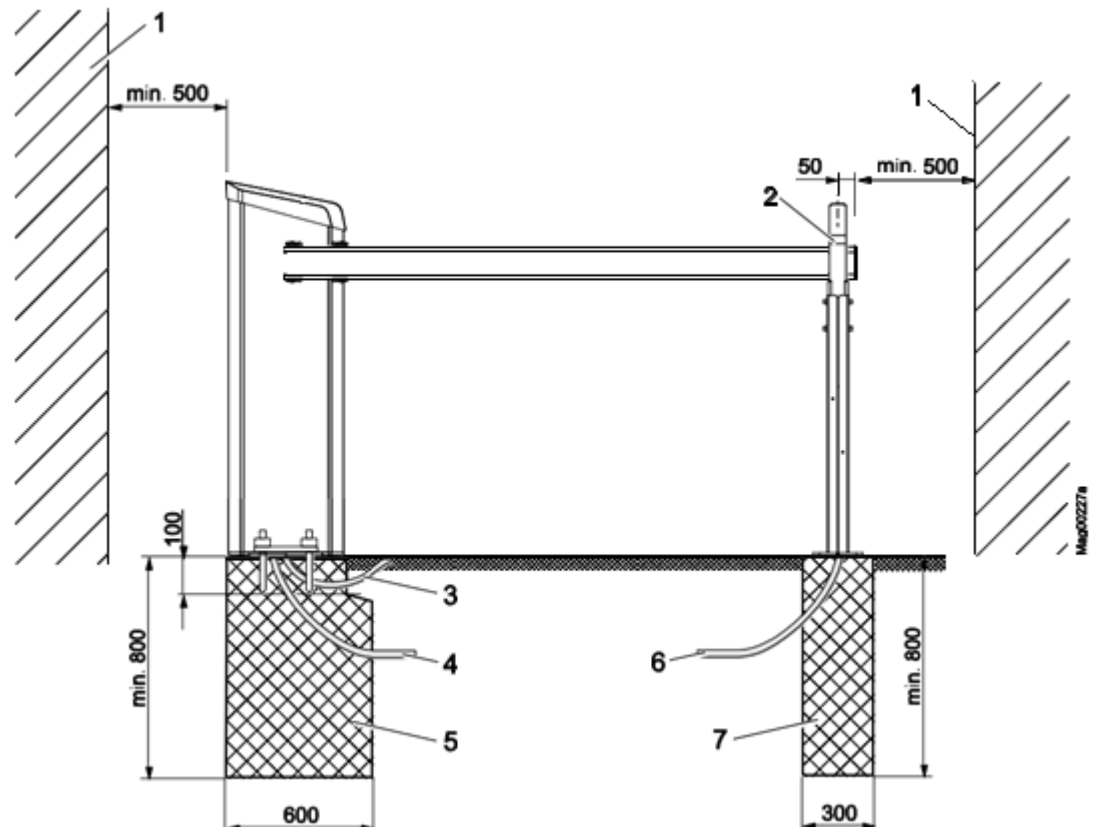
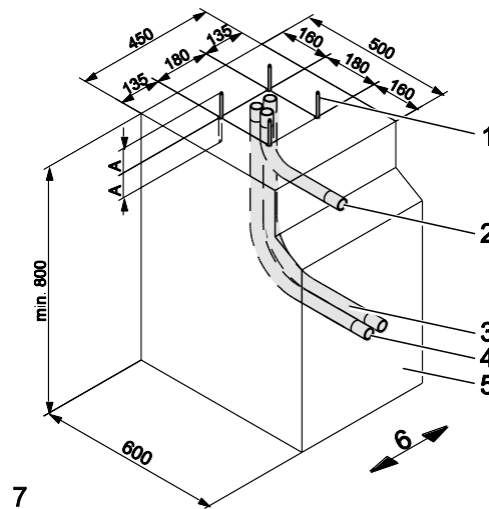
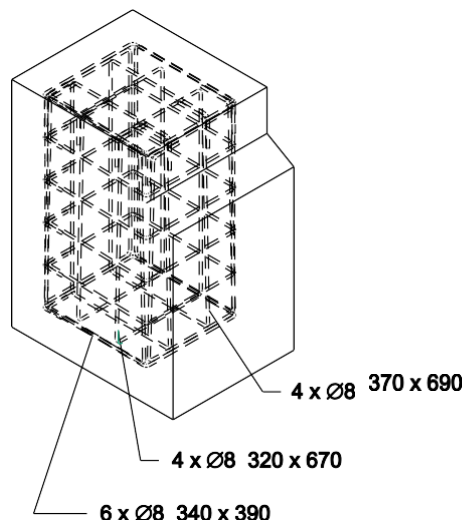
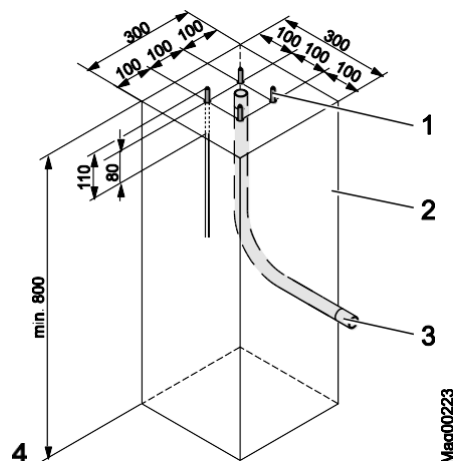

Fig. 10: Montaje del sistema de barrera, representado aquí para el tipo "Access Pro H" (dimensiones en mm)
Fig. 11: Esquema de fundación (dimensiones en mm)
Fig. 12: Malla de refuerzo (dimensiones en mm)
Fig. 14: Diagrama de fundación Poste de soporte y Poste de fotocélula (dimensiones en mm)
<p>¡Riesgo de aplastamiento y corte debido a una distancia de seguridad demasiado corta entre la varilla de la barrera y otros objetos!</p> <p>Si la distancia de seguridad entre la varilla de la barrera y otros objetos es demasiado corta, abrir y cerrar la varilla de la barrera puede causar aplastamiento y lesiones graves.</p> <ul style="list-style-type: none"> <li>– Entre la varilla de la barrera y otros objetos, como paredes, muros o casas, la distancia mínima de seguridad debe ser de 500 mm. → Consulte la página 23, capítulo 2.7.</li> <li>– Monte e instale el sistema de barrera de acuerdo con la Fig. 10.</li> </ul>
- Entre la punta de la varilla de la barrera y otros objetos, como paredes, muros o casas, la distancia mínima de seguridad debe ser de 500 mm. → Ver página 43, Fig. 10.
→ Consulte la página 43 , Fig. 10 hasta la página 45, Fig. 12.
→ Ver página 45, Fig. 11.
1. Agujero de fundación según la Fig.10 y levantar Fig. 11.
2. Coloque la malla de refuerzo sobre la fundación de acuerdo con la Fig. 12.
3. Coloque los tubos vacíos sobre la base de acuerdo con la Fig. 11.
→ Ver página 48, Fig. 14.
1. Agujero de fundación según la Fig.10 y levantar Fig. 14.
2. Coloque el tubo vacío sobre la base de acuerdo con la Fig. 14.
4. Hormigone la fundación de acuerdo con la Fig. 14.